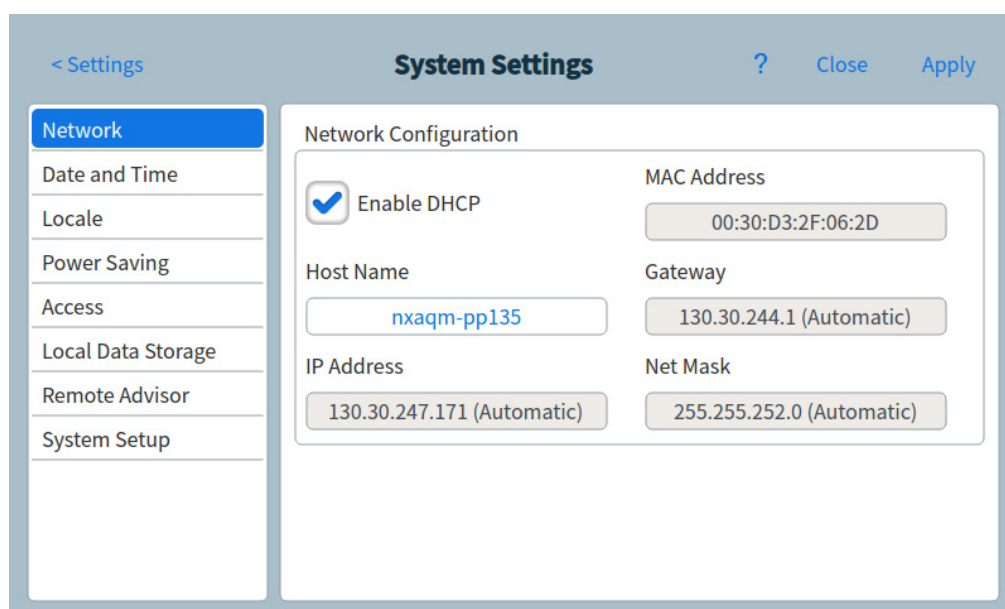

Figura 40 Pagina System Settings
- 2 Premere **System Settings**. Si apre la pagina System Settings. Vedere Figura 40.